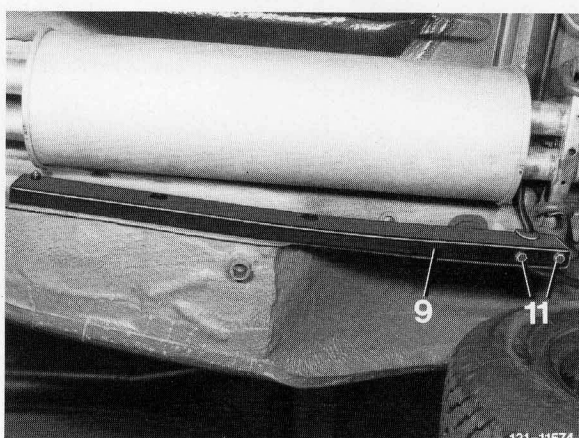

Bild 4
11 Längsträger (9 und 10) mit den Schrauben (11) an der Drehstabbefestigung anschrauben (Bild 4).
14 Schrauben (11) der Drehstabbefestigung festziehen (Bild 4).